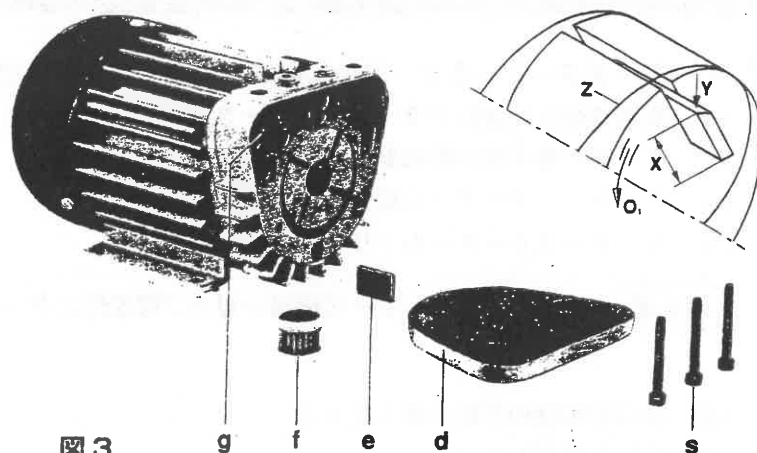

図3
2. 空気清浄 (図3 参照)
3. ブレード (図3 参照)